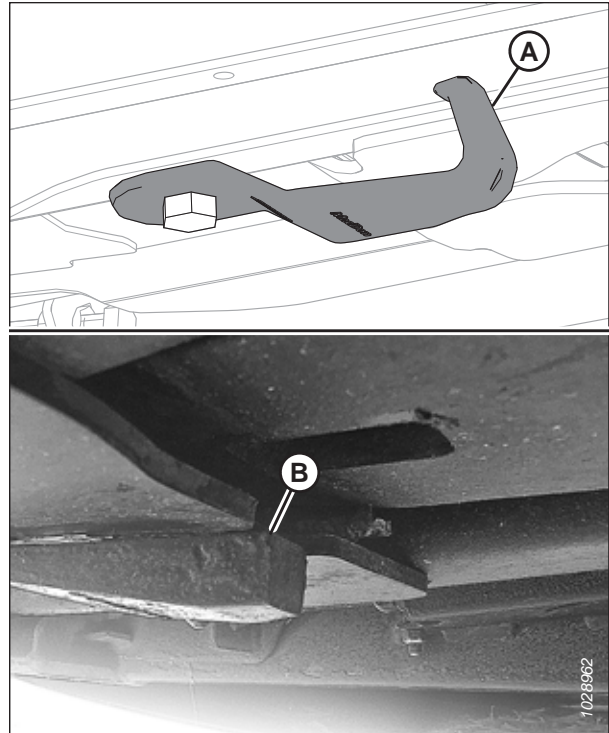

Abbildung 4.233: Sicherungshaken
Abbildung 4.233, Seite 690 zeigt einen unbeschädigten Sicherungshaken (A) und einen beschädigten Sicherungshaken (B). Ein gestreckter Sicherungshaken ist nicht abgebildet.